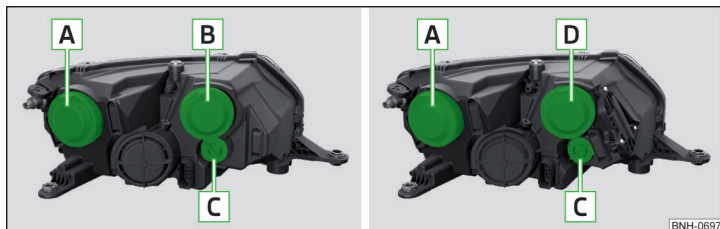

Fig. 275 Faro frontal izquierdo: Faros proyectores halógenos / Faros proyectores halógenos con luz diurna LED
### Orden de bombillas » fig. 275
- Retirar la tapa protectora B » fig. 275 de la pág. 249.
- Colocar la tapa protectora B » fig. 275 de la pág. 249.
- Colocar la tapa protectora **B** » fig. 275 de la pág. 249.
- Retirar la tapa protectora **A** » fig. 275 de la pág. 249.
- Retirar la tapa protectora **D** » fig. 275 de la pág. 249.
- Retirar la tapa protectora [D] » fig. 275 de la pág. 249.